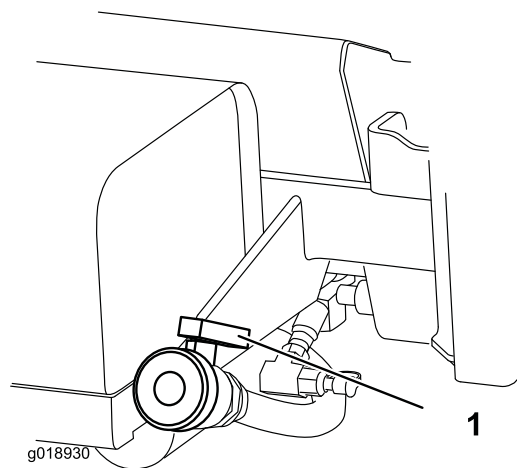

Рисунок 22
2. Найдите сливной клапан бака в задней части машины (**Рисунок 22**).